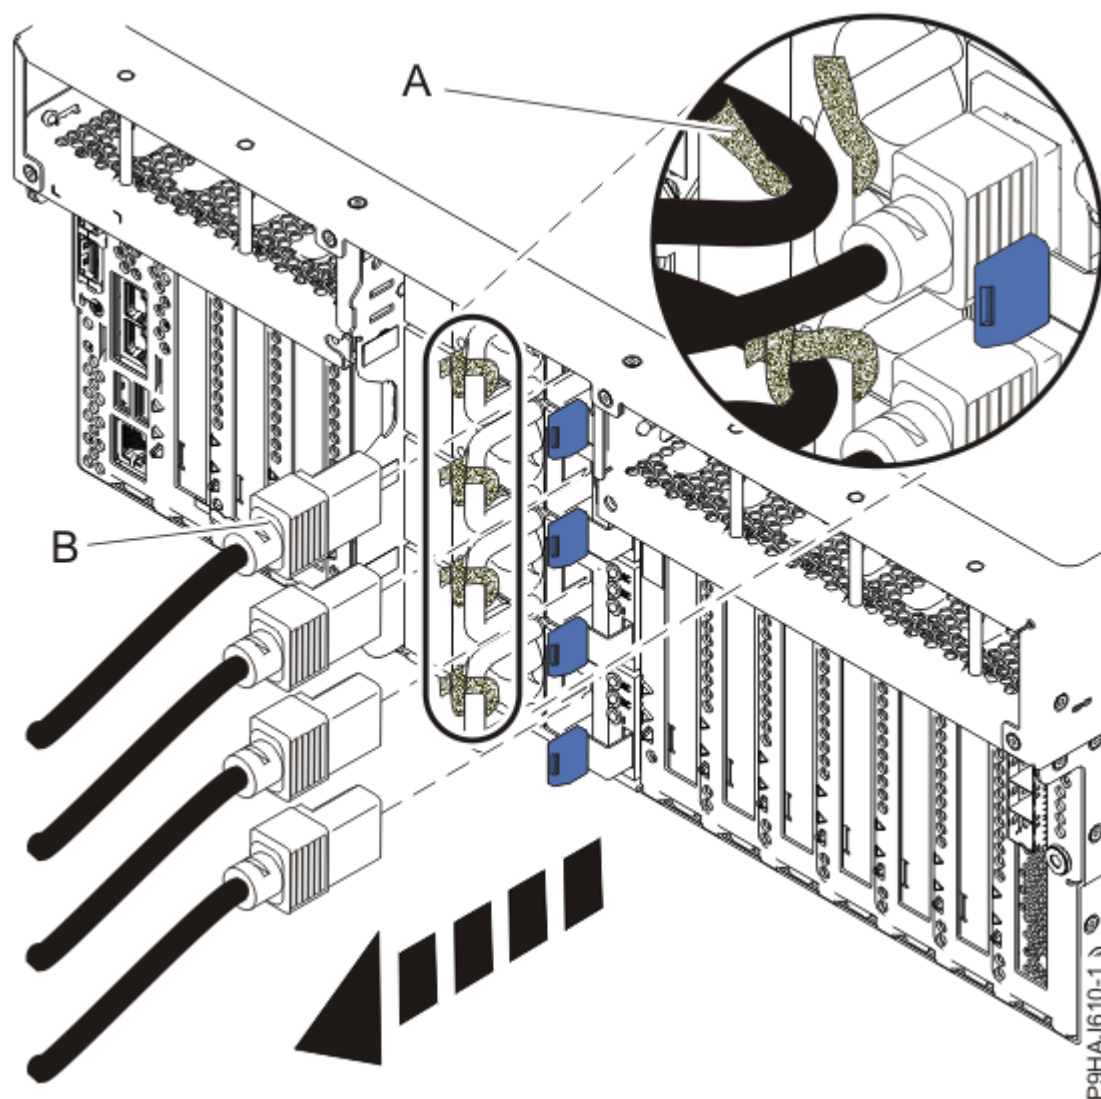

Figura 4. Extracció dels cables d'alimentació d'un servidor muntat en bastidor
3. Etiqueteu i desconnecteu els cables d'alimentació de la unitat del sistema. Consulteu la Figura 4 a la pàgina 8 o la Figura 5 a la pàgina 9.